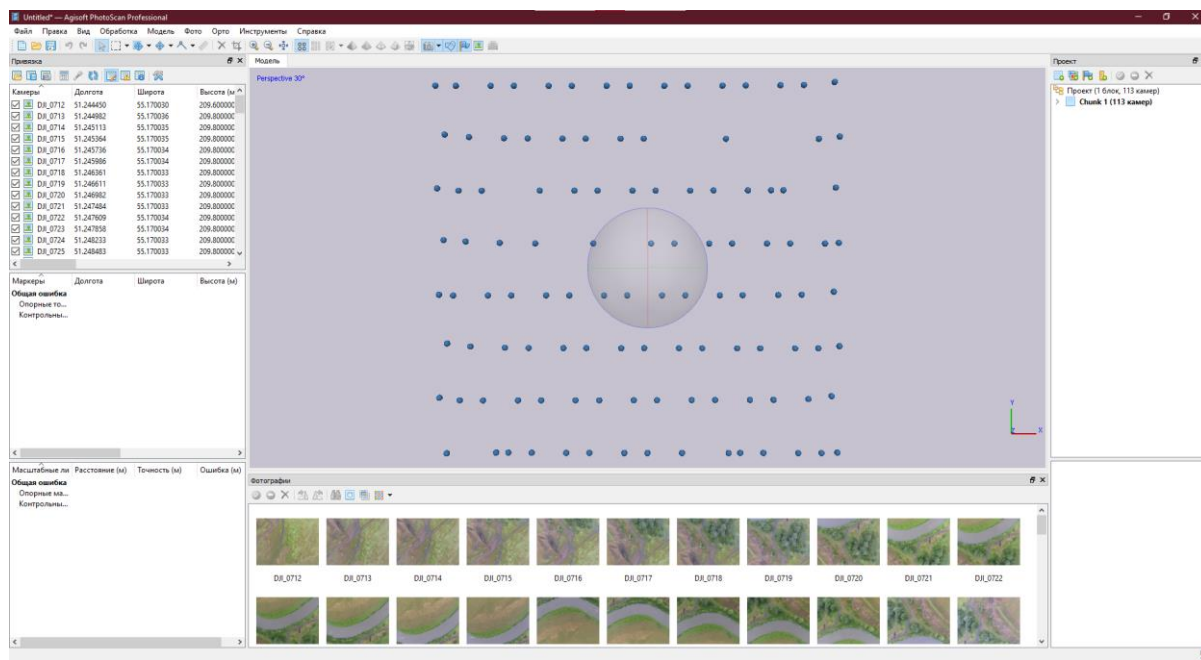

Рисунок 9. Результат загрузки фотоматериалов в ПО Agisoft Photoscan
1. Загрузка фотоматериалов в ПО Agisoft Photoscan. Для этого во вкладке *Обработка* выбираем пункт *Добавить папку* и указываем путь до папки с скаченными с БПЛА материалам (рис. 9).